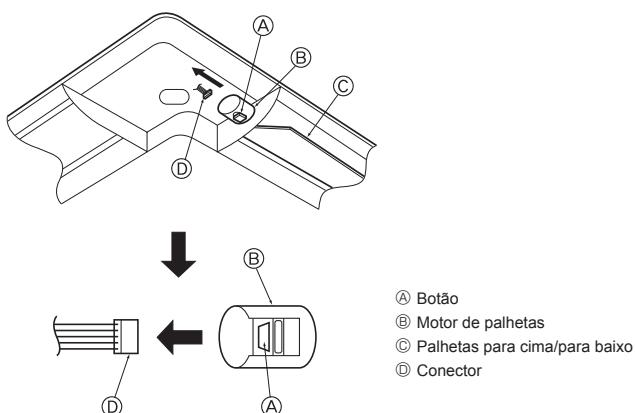

Fig. 5-17
5.4. Bloqueio da direção do fluxo de ar para cima/para baixo (Fig. 5-17)